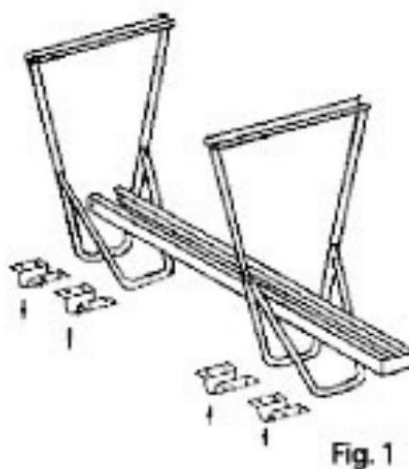

FIG. 4 — Abertura dos chassis
- 1) Abra parcialmente em compasso os braços, vire os dois chassis e mantenha-os na posição vertical (ver FIG. 4).